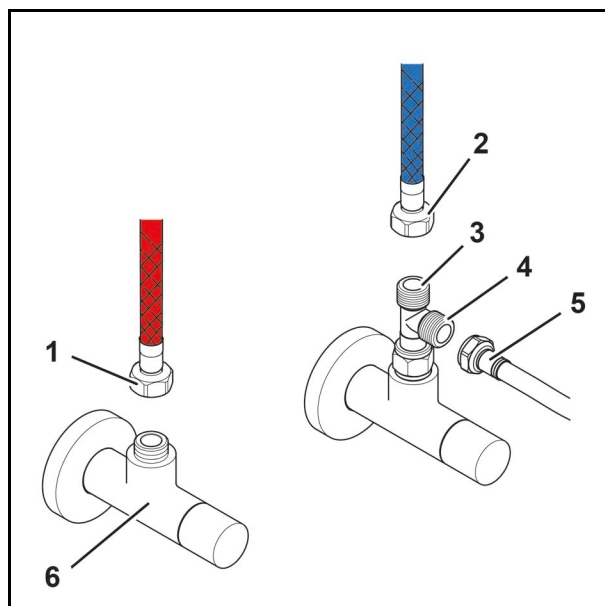

Abb. 12
2. Podłączyć przewód ciepłej wody (Abb. 12/1) armatury do zaworu kątownego (Abb. 12/6).
3. Podłączyć przewód zimnej wody (Abb. 12/2) armatury do górnego przyłącza (Abb. 12/3) trójnika.
4. Podłączyć przewód zimnej wody (Abb. 12/5) urządzenia podblatowego do dolnego przyłącza (Abb. 12/4) trójnika.